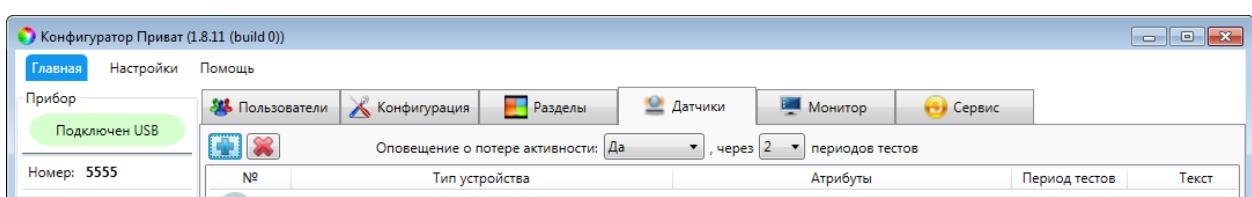

Рисунок 7.40 – Вкладка *Датчики*
- На вкладке *Датчики* нажмите кнопку (см. рисунок 7.40).